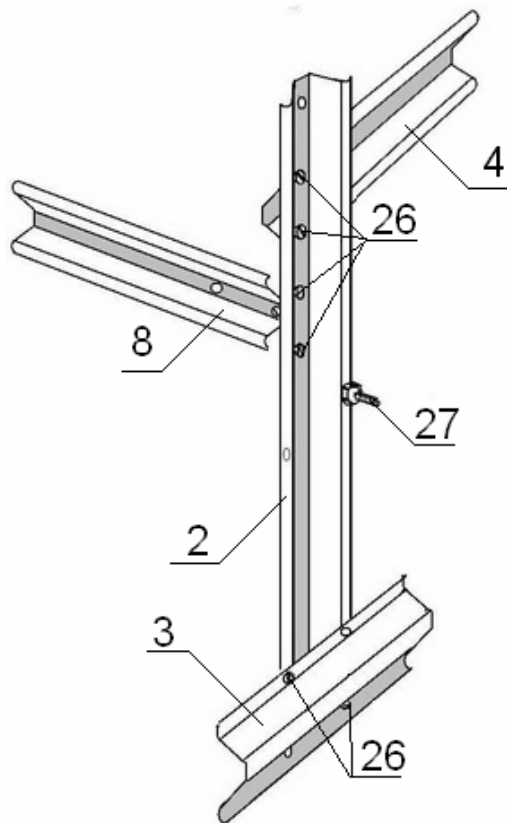

Рис.13 Винт крепления стяжек
3.12.2. Присоедините стрингеры № 4 к удлинителям арки № 2 (м4х10) (см. Рис. 13).
4.1. Перед установкой каркаса теплицы на деревянный каркас необходимо установить винты крепления (пункт 6.1. инструкции) для стяжных лент (см. Рис. 13). Рекомендуемая доска для каркаса под теплицу 50x150 мм. Вам понадобится две 3м и две 4м доски.
5.1. Для крепления каркаса в грунте в комплекте поставки предусмотрены опоры № 3 (см. Рис.13).
6.1. Установите с внутренней стороны теплицы винты (м4х14) для крепления стяжных лент на удлинениях арок №2 и затяните гайками. Винты крепления должны располагаться ниже уровня нижней поперечины торца № 8 (см. Рис. 13, 14 позиция 27).